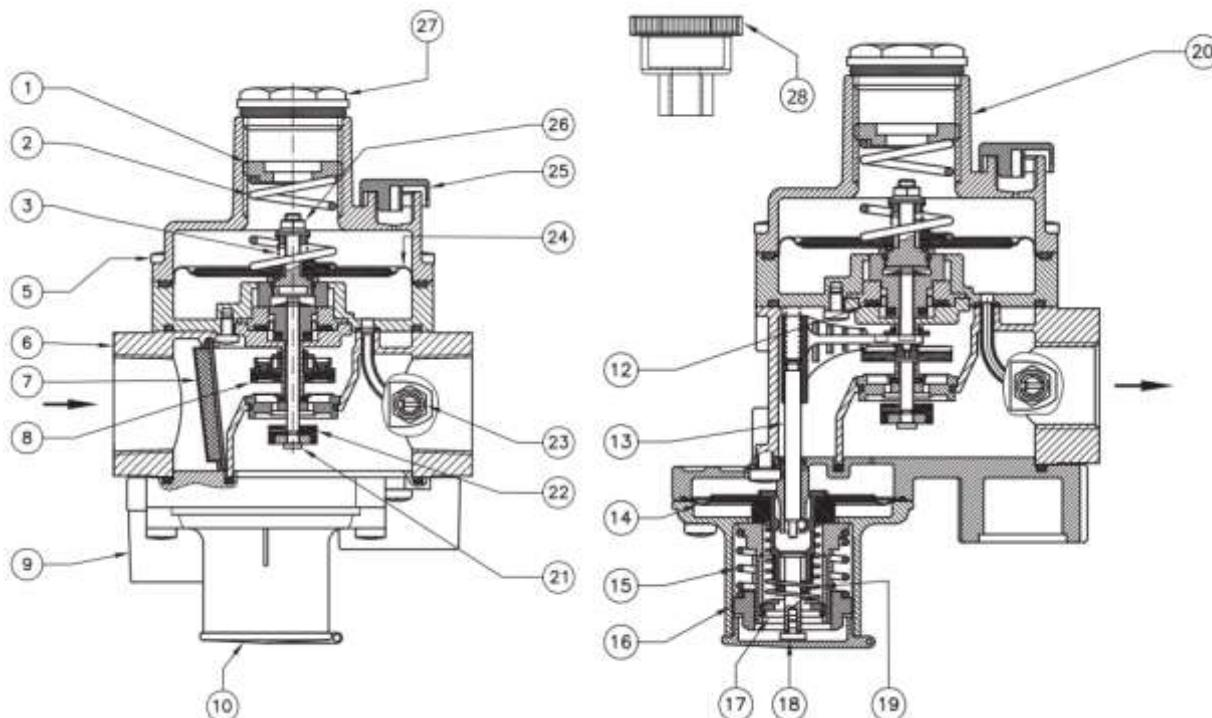

Рис. 1
Регулятор (рис. 1) состоит из: винт настройки выходного давления (1); пружина настройки выходного давления (2); пружина сбросного клапана (3); винты (5); корпус регулятора (6); фильтрующий элемент (7); затвор ПЗК (8); колпачок ПЗК (10); мембрана компенсационная (12); рычаг взвода ПЗК (13); мембрana ПЗК (14); пружина ПЗК избыточного давления(15); винт настройки ПЗК избыточного давления (16); винт настройки ПЗК недостаточного давления (17); шток взвода регулятора (18); пружина ПЗК недостаточного давления (19); воронка (20); рабочий шток (21); обтюратор (22); штуцер отбора выходного давления (23); рабочая мембрана (24); пылезащитный колпачок (25); винт настройки сбросного клапана (26); колпачок регулятора (27); ключ для настройки (28).